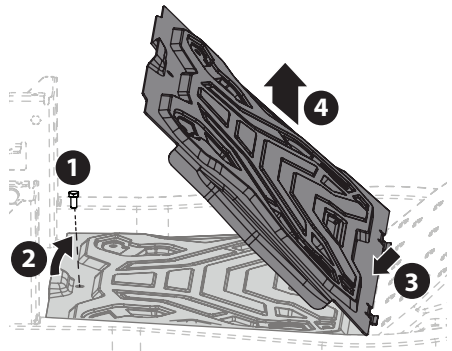

Fig. 33
- À l'aide de l'outil multiple (le cas échéant) ou d'une douille de 1,25 cm (1/2 po), retirez la vis à tête hexagonale (a) qui maintient le panneau de plancher en place (la partie 1 de la Fig. 33).
- Soulevez délicatement l'arrière du panneau de plancher (la partie 2 de la Fig. 33).
- Faites glisser le panneau de plancher vers l'arrière pour libérer l'avant du panneau de plancher (la partie 3 de la Fig. 33).
- Soulevez-le et retirez-le du tracteur (la partie 4 de la Fig. 33).